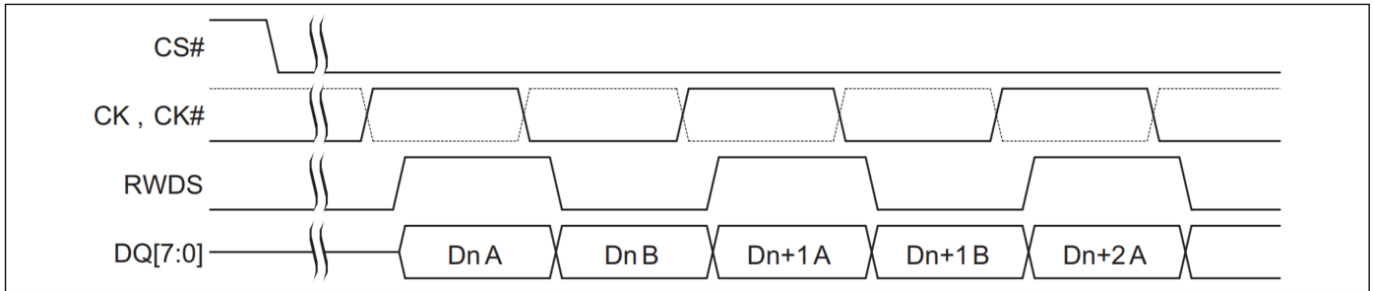

图 7 读取传输期间的数据放置^[14 - 18]
14. 图7 显示了HYPERBUS™扩展 I/O 上的读取传输的一部分。差分时钟的 CK# 以虚线波形显示。